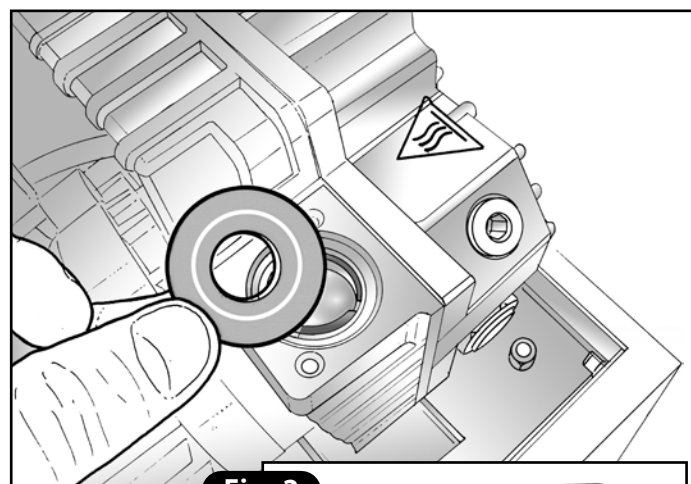

Fig. 2
- 4) Rimuovere in sequenza l'otturatore in gomma e quello in acciaio. Verificare lo stato di tutta la sezione di aspirazione accessibile e, se necessario effettuarne pulizia con uno straccio imbevuto d'alcol (Fig. 2).